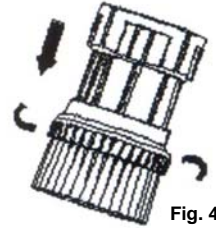

Fig. 4
3. Para usar la manguera flexible con la escobilla para polvo, sostener la manguera en una mano y con la otra mano tirar de la escobilla para polvo girándola en el contra sentido del reloj hasta que salga y enganche en posición. (Fig. 4)